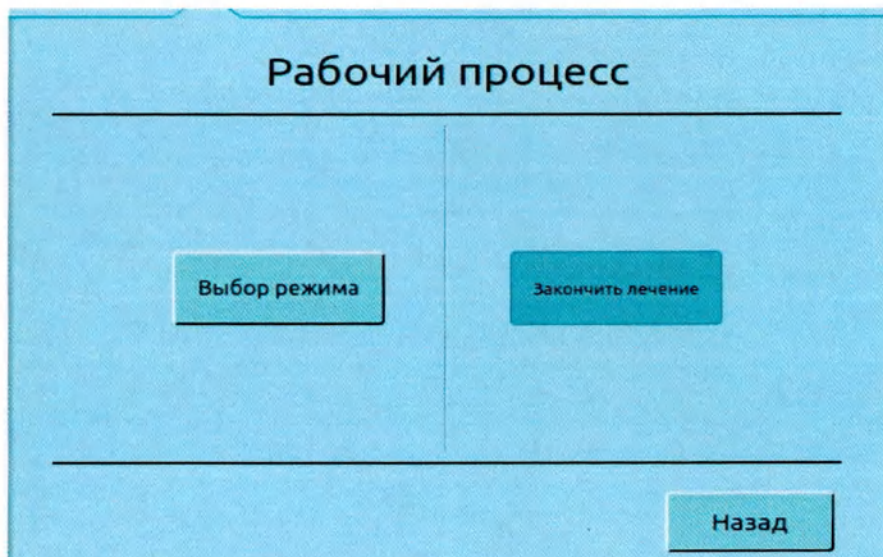

Рис. 7-17 Ручная остановка
- 3) Ручная остановка — если во время терапевтической процедуры оператор нажмет кнопку текущего режима работы, появится всплывающий интерфейс (см. рис.7-17), нажатие кнопки "Остановить процедуру" остановит процедуру в этом режиме.